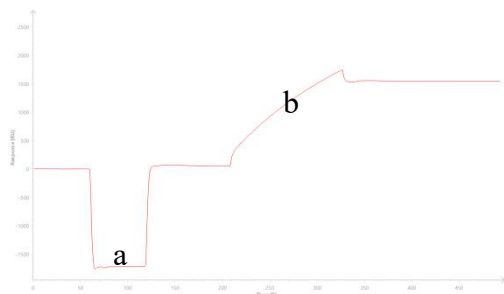

图 1
2. Ni²⁺螯合：如图 1-a，以 5-10 μL/min 的流速进样 0.5 mM NiCl₂溶液 60s。并设置参考流道。
3. 配体捕获：如图 1-b，使用运行缓冲液稀释配体。配体的捕获水平可通过改变配体浓度或进样时间来调控。